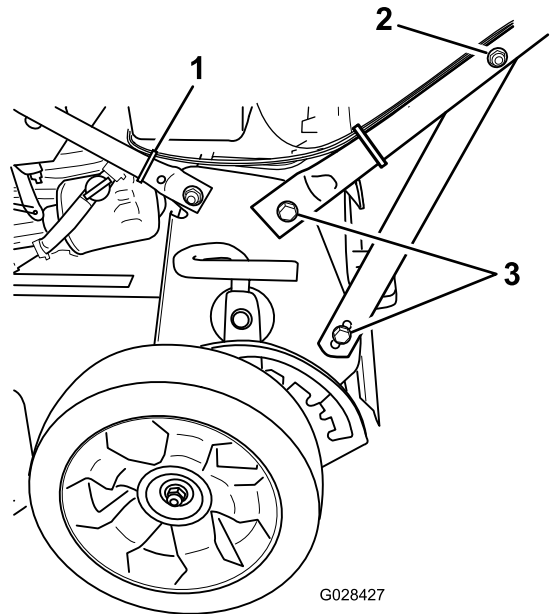

Рисунок 4
4. Затяните детали крепления рукоятки с обеих сторон машины, как показано на Рисунок 4.
5. Установите кабельную стяжку, чтобы прикрепить тросы к нижней рукоятке в месте, показанном на Рисунок 4, и отрежьте лишнюю длину стяжки.